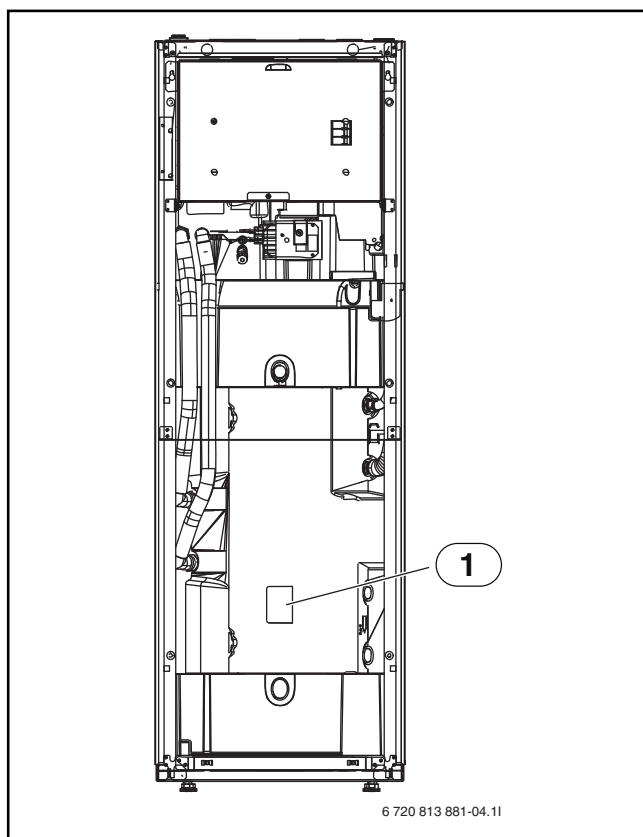

Fig. 12 Sonda TW1 e TS2
- Installazione della sonda di temperatura del bollitore TS2 (→ fig. 12).